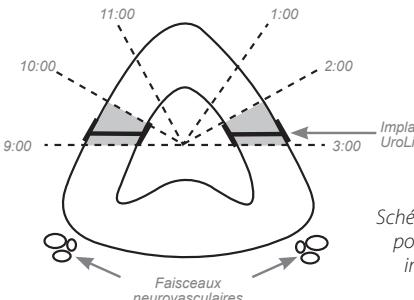

Figure 3
- Pour éviter les structures prostatiques externes (particulièrement les faisceaux neurovasculaires), les implants UroLift doivent être implantés dans la face antérieure de la prostate, dans les positions entre 2 et 3 heures et entre 9 et 10 heures (Figure 3).
- Définir au préalable le site de traitement en orientant latéralement l'extrémité du dispositif de pose, généralement en position 2-3 heures ou 9-10 heures (Figure 3) dans la vessie, puis déplacer lentement le dispositif distalement pour visualiser la loge prostatique depuis le col vésical jusqu'au veru montanum. L'extrémité du dispositif de pose doit être positionnée environ 1,5 cm en distal du col vésical pour la pose de l'implant le plus proximal.